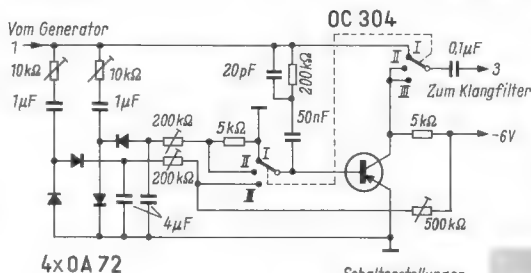

Bild 4. Der Amplifudenregler
**Der Amplitudenregler (Bild 4)**